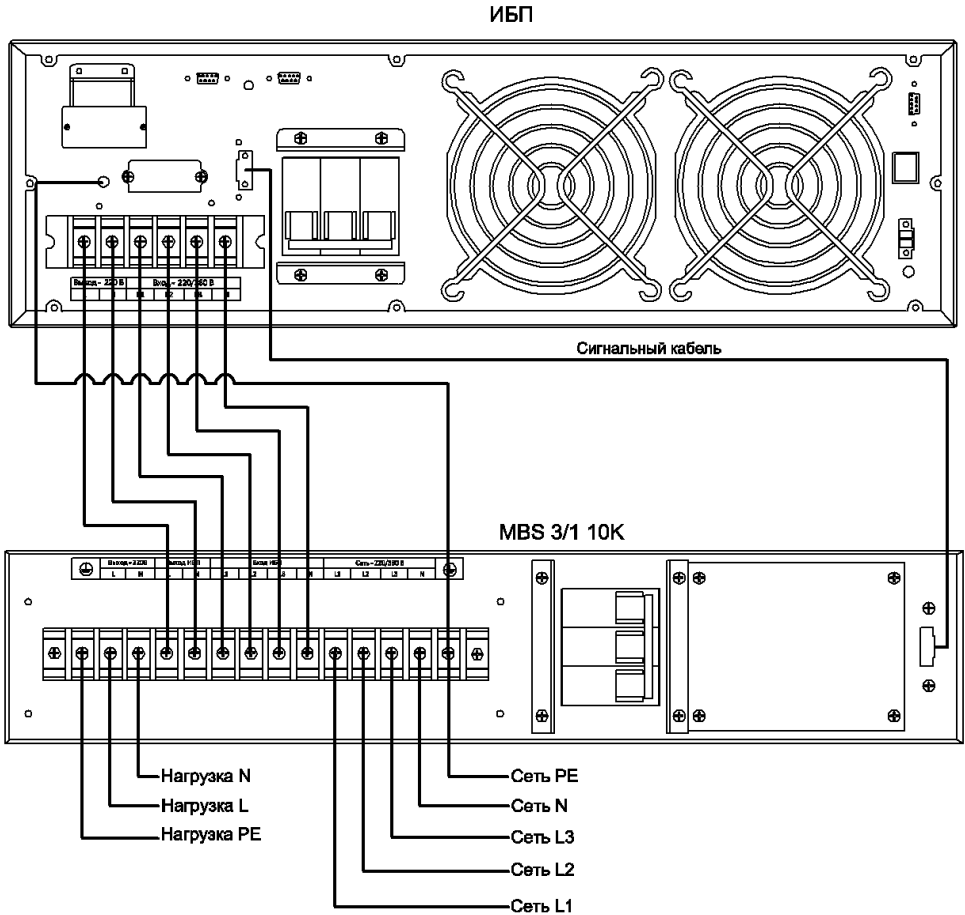

Рисунок 4 – Подключение модуля MBS 3/1 10K
7.1.5 Подключение сети переменного тока, ИБП и нагрузки к модулю следует производить в следующей последовательности (рисунок 4):